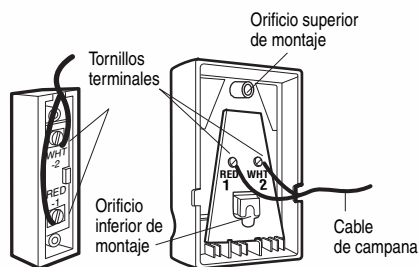

Figura 4 QUITAR LA TAPA
2. **Modelo 1215EM - Control de puerta iluminada:** Extraiga la cubierta del Control de Puerta iluminada. Sujete firmemente con tornillos de 6ABx1-1/2" (Figura 4).